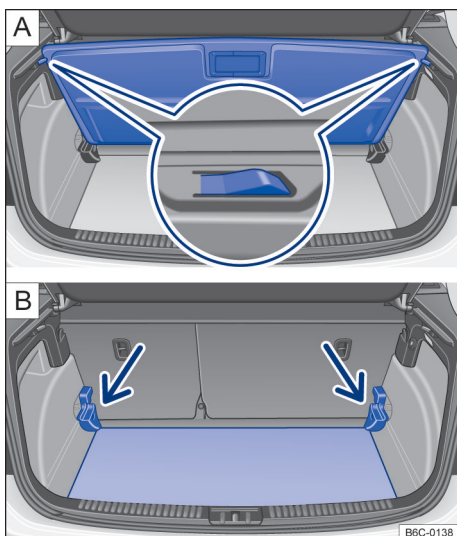

Fig. 118 No compartimento de bagagem: ajustar a altura do assoalho do compartimento de bagagem.
- Levantar o assoalho do compartimento de bagagem e puxar para trás tirando dos guias nos lados do compartimento de bagagem → Fig. 118 A.
- Levantar o assoalho do compartimento de bagagem e empurrar para baixo para a guia → Fig. 118 [B] (setas).